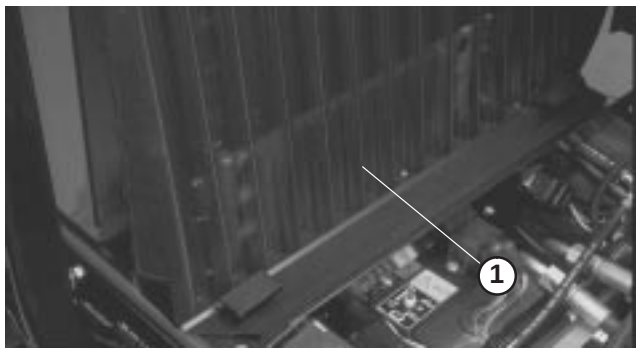

Figure 53
2. Desserrez les fixations et tirez sur la grille pour la sortir des glissières de montage (Fig. 53). Nettoyez soigneusement la grille à l'air comprimé.